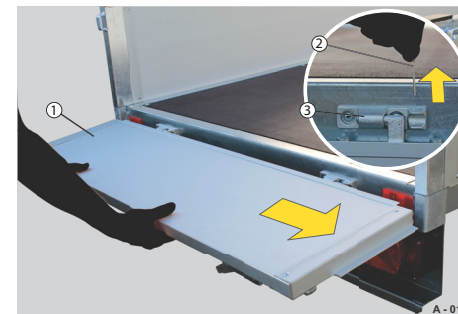

Abb. 13 Bordwand demontieren
- Bordwand (Abb. 13/1) entriegeln.
- Sicherungssplint (Abb. 13/2) aus dem Bordwandscharnier (Abb. 13/3) entfernen.